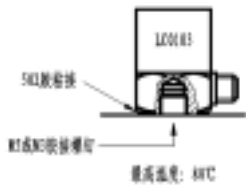
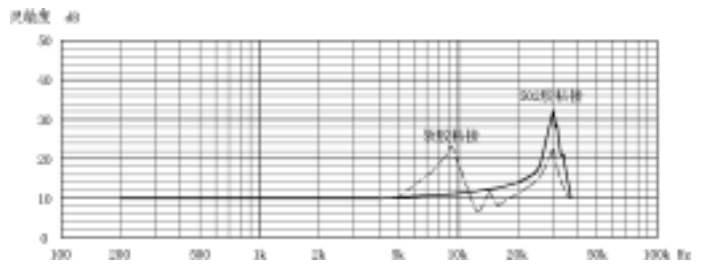

图 8 胶粘剂安装示意图
图 9 胶粘剂安装频响曲线图
(3)胶粘剂安装：可用多种胶粘剂粘接，胶接面要平整光洁，并需按胶接工艺清洗胶接面。目前常用的 502 胶粘接工艺如下：a. 先用 200-400 # 砂纸对安装面进行打磨；b. 用丙酮或无水乙醇清洗打磨面，并彻底擦干；c. 于粘接部位滴适量的 502 快干胶，之后用手（或加压）将传感器压住几秒钟，待胶初步固化后松开手（或去掉压力），静置十几秒，使胶彻底固化达到胶接强度；d. 欲取下粘接在被测物体上的传感器，请先于粘合部位涂布丙酮，过几分钟后用起子取下，注意不要用力过猛！如果轻轻用力取不下时，可再涂布溶剂，待几分钟再轻轻取下。对大加速度的测量，请计算胶接强度。胶粘剂安装示意图及频响曲线图如图 8、图 9 所示：